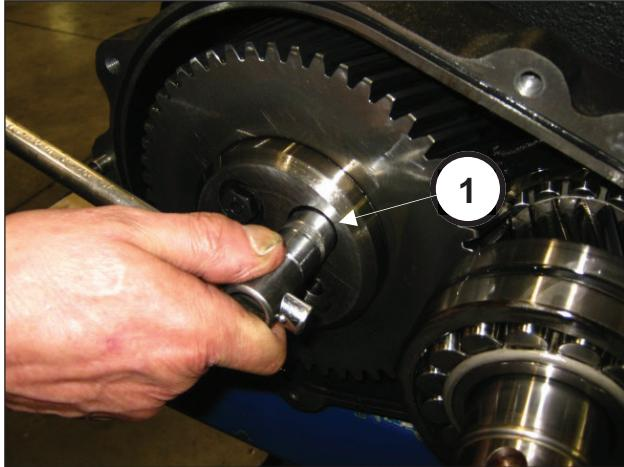
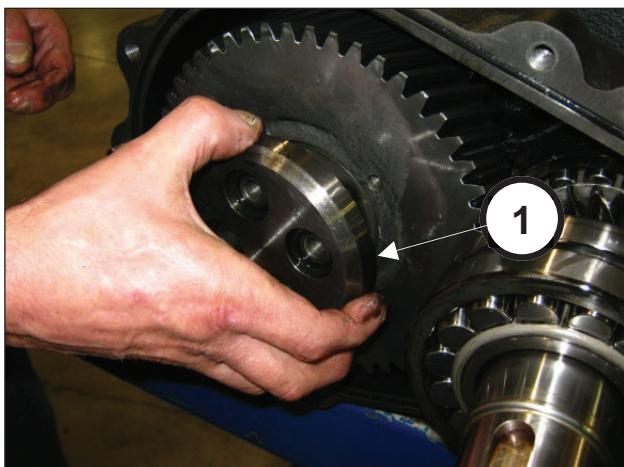

Fig. 10
Fig. 11
No fim da operação, retire a tampa do redutor. Desaperte os parafusos que fixam a retenção da coroa (pos. ①, Fig. 10) e remova-a (pos. ①, Fig. 11).